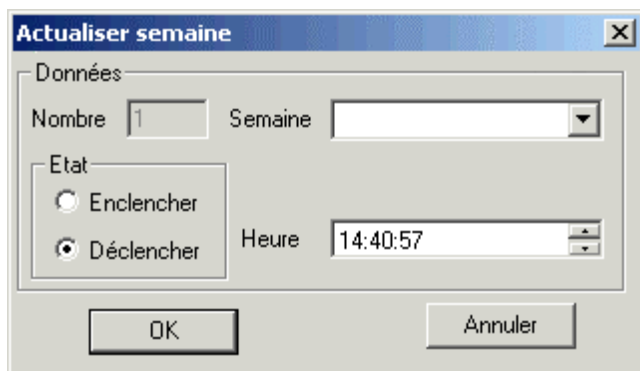

Fig. 6.9
Si vous souhaitez ajouter un enregistrement à la liste déjà existante, cliquez sur le bouton <Ajouter> et une autre boîte de dialogue apparaît (voir figure 6.9).
- Actualiser:** Si vous désirez modifier un enregistrement, mettez l'enregistrement à modifier en surbrillance et cliquez sur le bouton *<Actualiser>*. Une boîte de dialogue semblable à celle de la figure 6.9 apparaît et vous permet d'effectuer la modification. Confirmez par *<OK>* pour valider la modification.